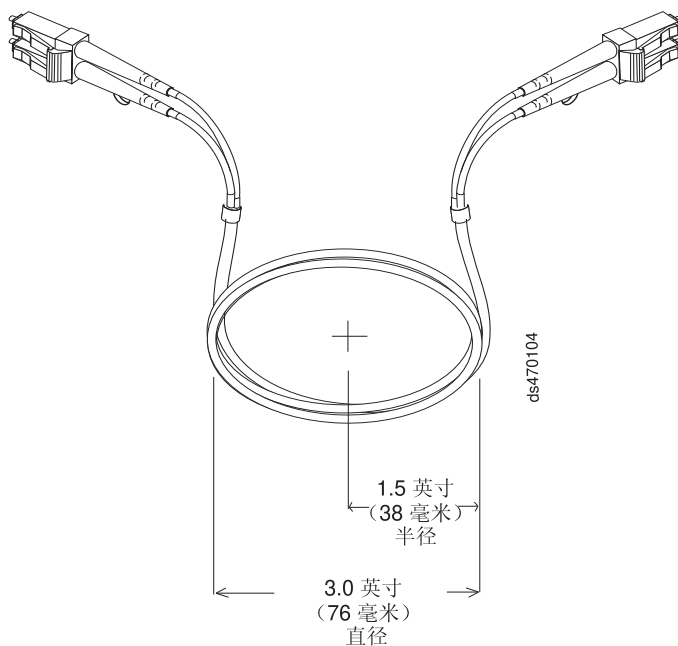

图 19. 建议的光缆弯曲和环路规格
- 在存放过长或未使用的光缆时，请勿将光缆弯曲到直径小于 76 毫米（3 英寸）或半径小于 38 毫米（1.5 英寸），也不要让光缆卷在一起。请参阅图 19。